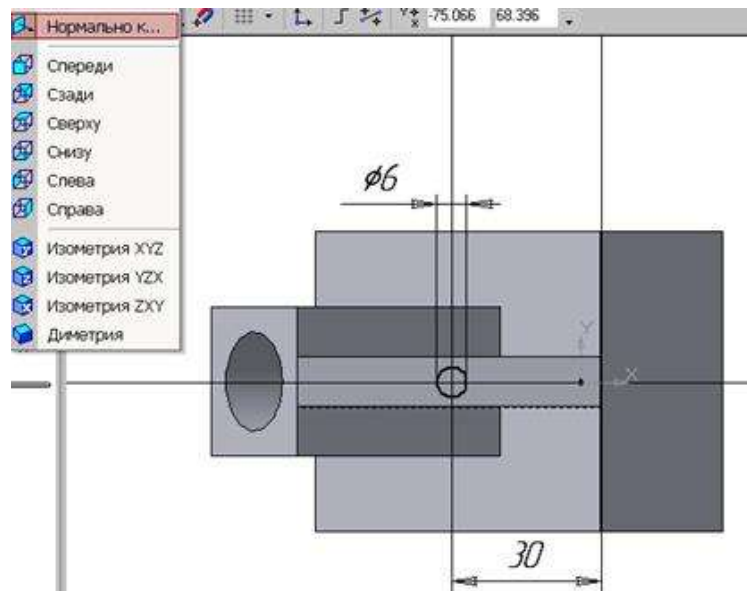

Рис.31 Эскиз отверстия
7. Для поочередного вырезания выдавливанием на глубину 15 мм двух отверстий, расположенных на ребрах жесткости, построим эскизы – окружности радиусом R3 мм. Указав наклонную плоскость, на которой будет вычерчиваться эскиз, выберем ориентацию – Нормально к (рис.31).